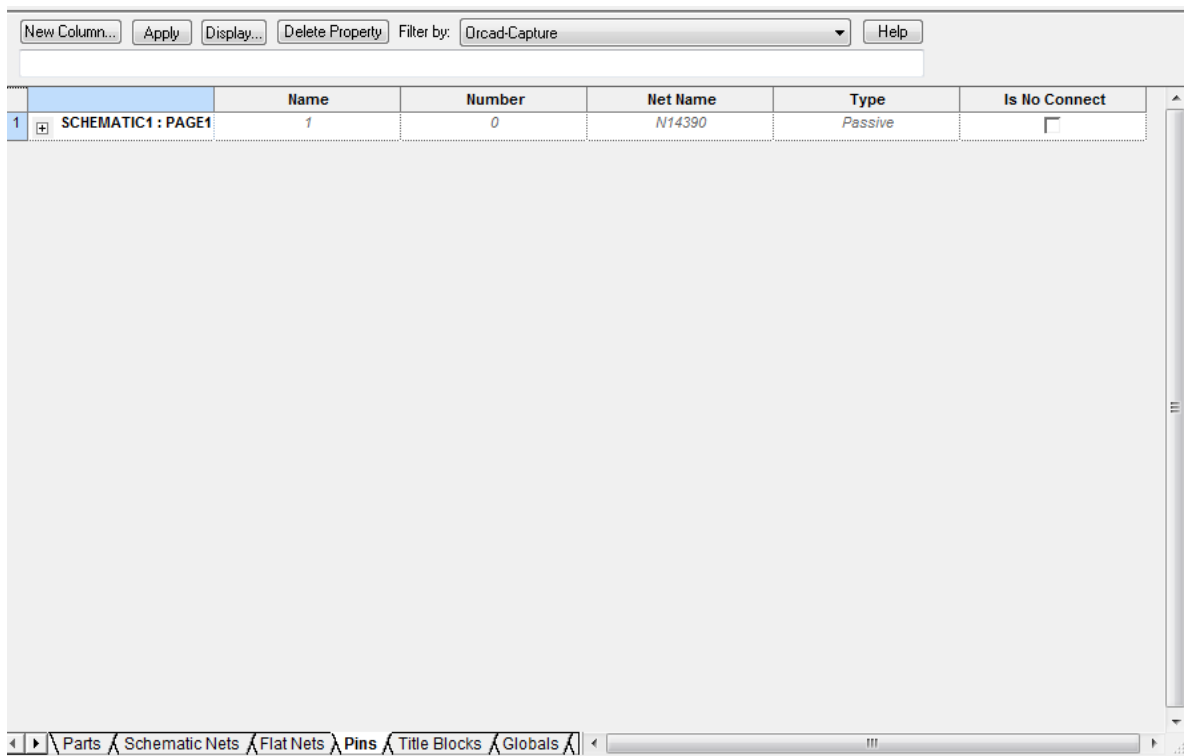

Рисунок 3.8 – Вікно атрибутів елемента *VPRINT1*
10. Двічі натисніть на символ *VPRINT1*, щоб відкрити вікно його атрибутів (рис. 3.8).